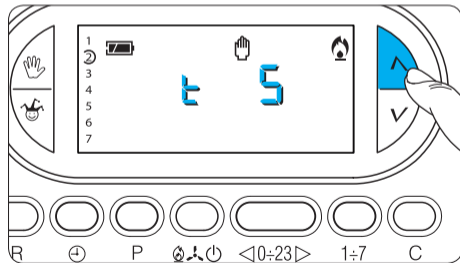

Fig. 70
19.10 - Premere il pulsante \blacktriangle (avanti) o (indietro) \blacktriangledown (fig. 70) per selezionare il tempo minimo di accensione e di spegnimento tra 1 e 5 minuti.